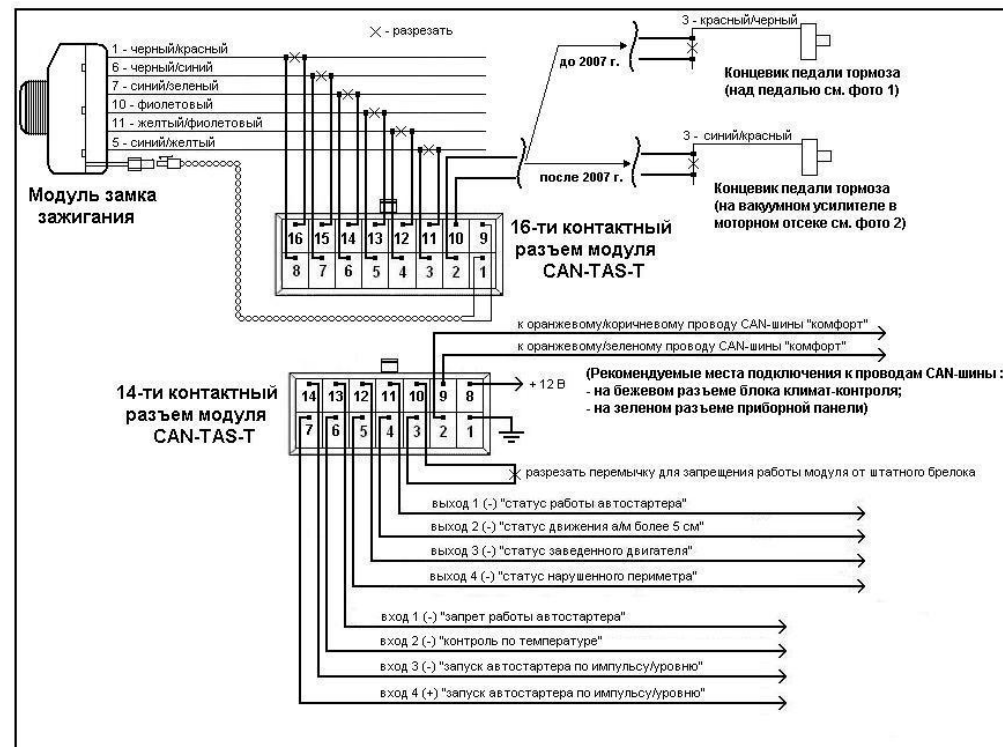

Рис. 1. Схема подключения модуля CAN-TAS-T
9. Скоммутируйте провода 16-ти и 14-ти контактных разъемов модуля согласно схеме подключения (Рис. 1).
5. Нажатие на кнопку закрывания или открывания 3-и раза на штатном брелоке в течение 5-и секунд, при условии разрешения работы модуля автозапуска от штатного брелока (перемычка установлена (рис.1)).